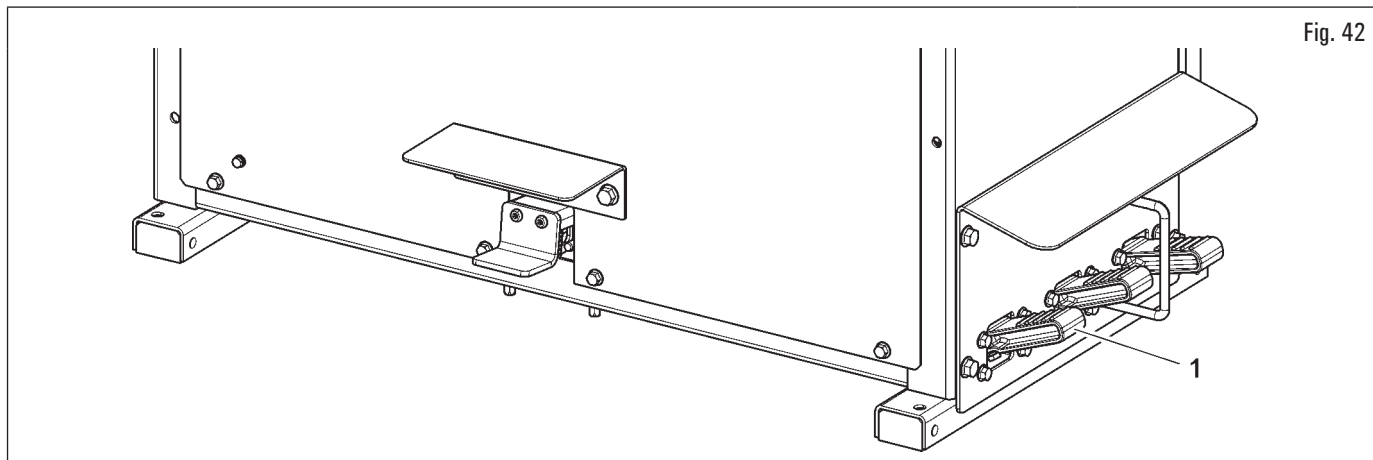

Fig. 42
1. posizionare il braccio operante in posizione di lavoro agendo sul pedale (Fig. 42 rif. 1);
7. a montaggio ultimato rimuovere il braccio per portarlo in posizione di riposo agendo sull'apposito pedale (Fig. 42 rif. 1);